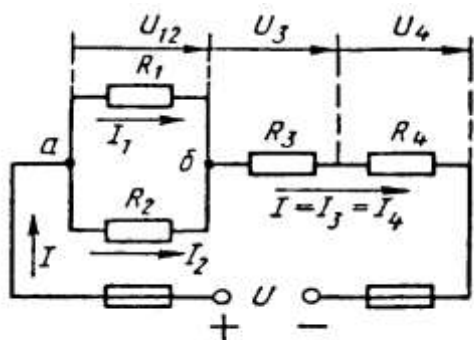

Рис. 1
Условие задачи. Цепь постоянного тока со смешанным соединением состоит из четырех резисторов. Заданы схема цепи (рис. 1), значения сопротивлений резисторов:
2) обозначим токи I_1, I_2, I_3, I_4 на (рис. 1) стрелками и определим их значения из формулы мощности:
Математическая запись для узла б схемы цепи рисунок 1:
В замкнутом контуре (рис. 1) приложенное напряжение U (аналогично ЭДС при внутреннем сопротивлении источника тока, равному нулю) и падения напряжения